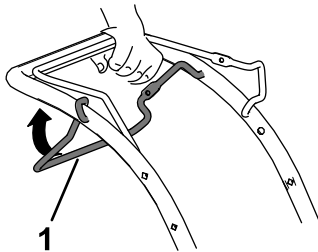

Рисунок 12
- Для включения самоходного привода: прижмите штангу управления самоходным приводом к рукоятке и удерживайте ее в нажатом положении (Рисунок 12).